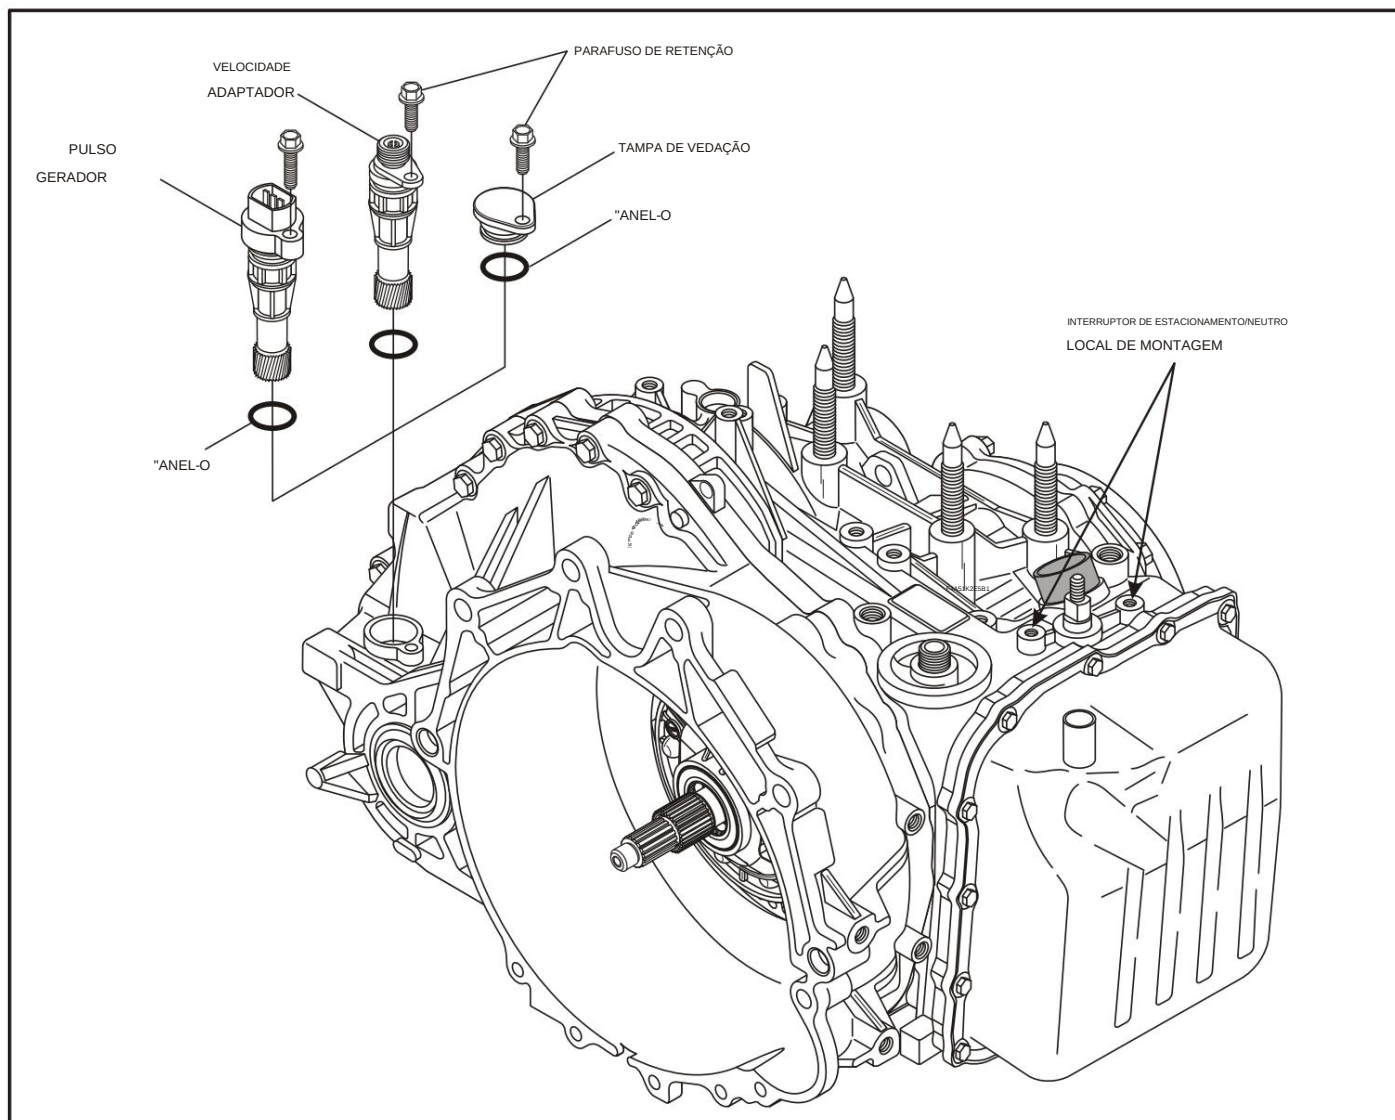

Figura 25
10. Remova o adaptador do velocímetro, o pulso gerador, ou a tampa de vedação, dependendo com que a transmissão está equipada. Referir-se Figura 25.
12. Remova a porca da alavanca de controle manual, alavanca de controle e interruptor de posição P/N do caso da transmissão, conforme mostrado na Figura 25.